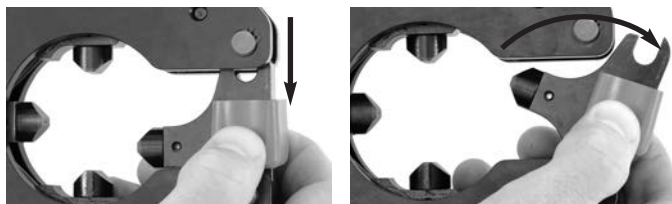

Figura 2 – Apertura y cierre del cabezal engarzador
5. Si fuera necesario, abra el cabezal, empuje el retén hacia el lado y hágalo girar hacia afuera (Figura 2). Con el cabezal, encierre el conector que va a engarzar. Asegure que el retén esté completamente cerrado. No haga funcionar la herramienta con el retén abierto o parcialmente abierto.